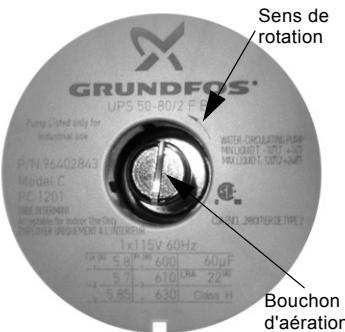

Fig. 11 Bouchon d'aération et sens de rotation
- Faites démarrer brièvement puis arrêtez la pompe et observez le sens de rotation de l'arbre. L'arbre doit tourner dans le sens antihoraire tel qu'indiqué sur la plaque signalétique (voir la fig. 11).